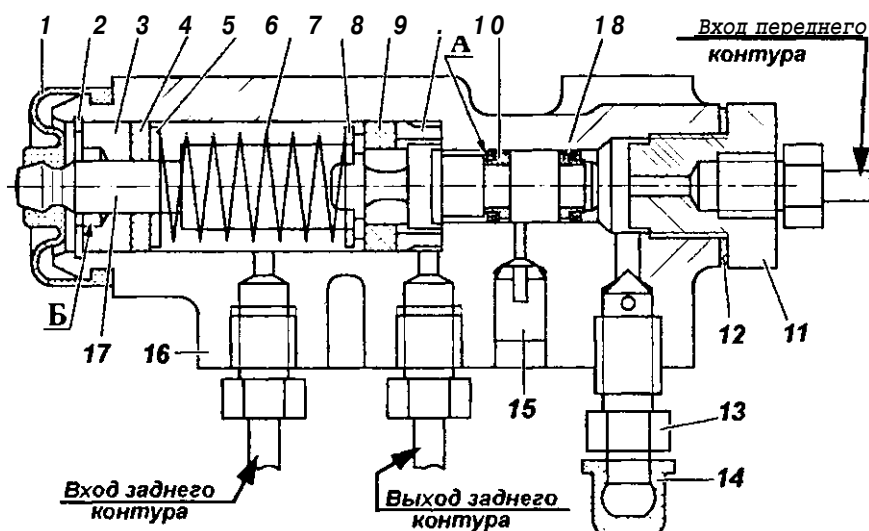

Рис. 13.7. Регулятор давления:
На автомобилях, не оборудованных системой АБС, —устанавливается регулятор давления (рис. 13.7), который автоматически корректирует давление тормозной жидкости в тормозных механизмах задних колес в зависимости от загрузки автомобиля.
При нажатии на тормозную педаль поршень 17 (см. рис. 13.7) регулятора давления должен выдвинуться из корпуса на 1,7-2,3 мм. Отсутствие хода поршня, а также его недостаточный или чрезмерный ход свидетельствуют о неисправности регулятора или его привода.
3. Заверните болт 4 до соприкосновения его с хвостовиком поршня 17 (см. рис. 13.7) регулятора.